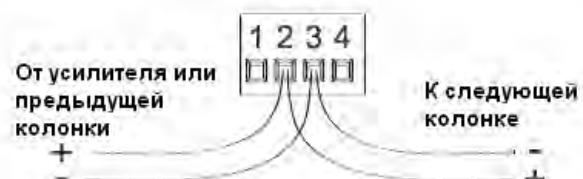

Рисунок 9. Параллельное подключение
- Параллельное подключение.** Присоедините кабель, идущий к следующей колонке, к контактам 2 и 3. Если разъем будет отключен, то следующая колонка остается подключенной. См. рисунок 9.